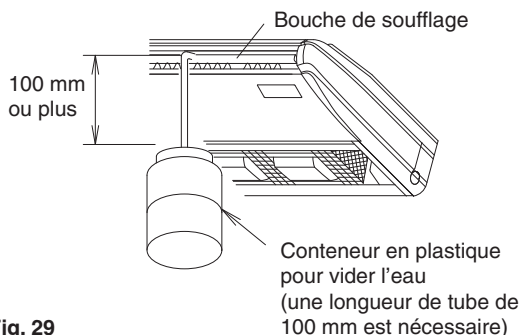

Fig. 29
**(2) Après avoir raccordé la tuyauterie, vérifiez si l'évacuation s'écoule doucement.**
- Ajoutez progressivement environ 0,6 litre d'eau pour la vérification de l'évacuation dans le bac d'évacuation à partir de la sortie d'air. **(Reportez-vous à la Fig. 29)**